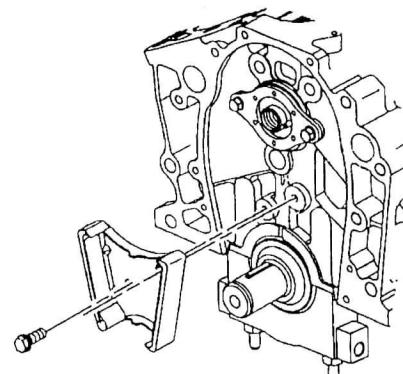

图 1-2-4 拆卸正时链条减振器螺栓和减振器
6. 拆卸正时链条减振器螺栓 (图 1-2-4)。
7. 拆卸正时链条减振器 (图 1-2-4)。